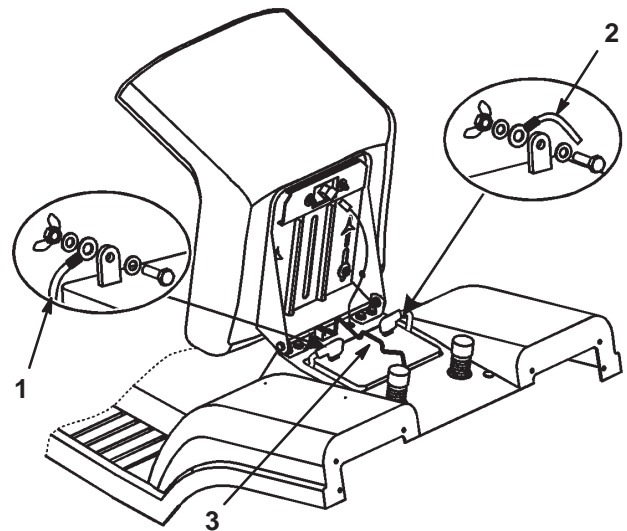

Figure 27
7. Débranchez le câble négatif (noir) de mise à la masse de la borne de la batterie (Fig. 27).
9. Débranchez le câble positif (rouge) de la borne de la batterie (Fig. 27).
10. Enlevez la tige de maintien de la batterie (Fig. 27).
1. Placez la batterie sur le châssis, en dirigeant les bornes vers l'avant de la machine (Fig. 27).
2. Fixez la batterie au châssis à l'aide de la tige de retenue (Fig. 27).
3. Connectez le câble positif (rouge) à la borne positive (+) de la batterie à l'aide du boulon et de l'écrou papillon (Fig. 27). Glissez le capuchon de caoutchouc sur la borne de la batterie.
4. Connectez le câble négatif (noir) à la borne négative (-) de la batterie à l'aide du boulon et de l'écrou papillon (Fig. 27). Glissez le capuchon de caoutchouc sur la borne de la batterie.